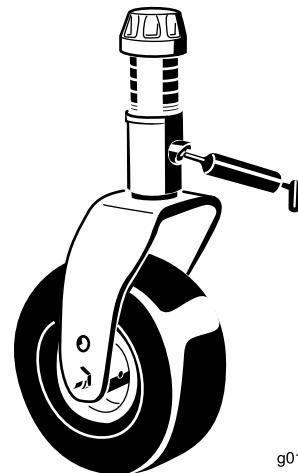

Рисунок 43
- Втулки валов вилок поворотных колес (2 шт.) (Рисунок 43)